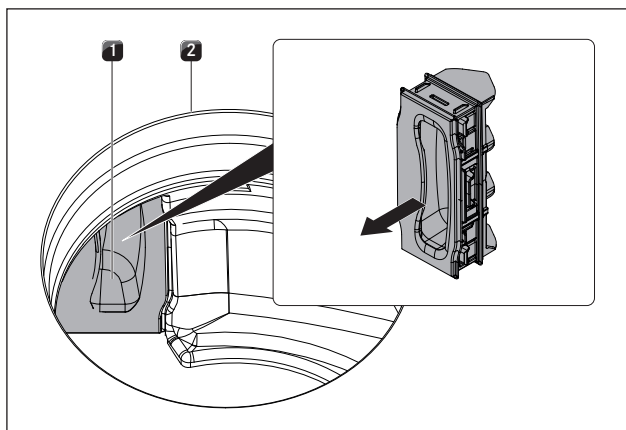

Fig. 8.5 Retirar la trampilla para cambio del filtro
- ▶ Desde el interior de la abertura de entrada, tire de la trampilla para el cambio del filtro para sacarla por la abertura de la carcasa del filtro (respecto al desmontaje de la trampilla, v. fig. 8.5).